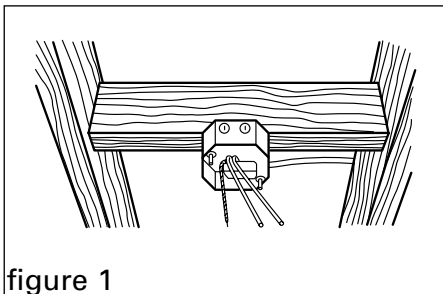

figure 1
1. Pull wire into electrical box and clamp using the connector provided (figure 1).
1. Tirez le fil dans la boîte électrique et bridez à l'aide du connecteur fourni (figure 1).